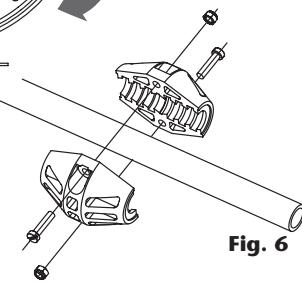

Fig. 6
- Pase el extremo de la manguera a través de la salida para manguera la longitud deseada y deje el tambor trincado en la posición más cercana, finalmente coloque el tope manguera (fig. 6).